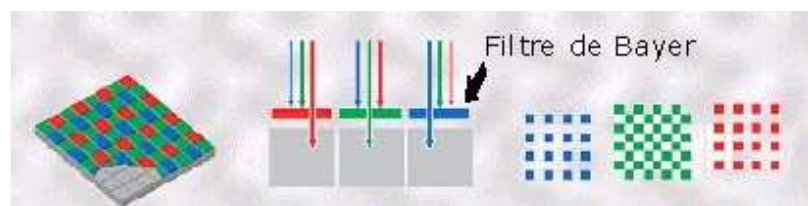
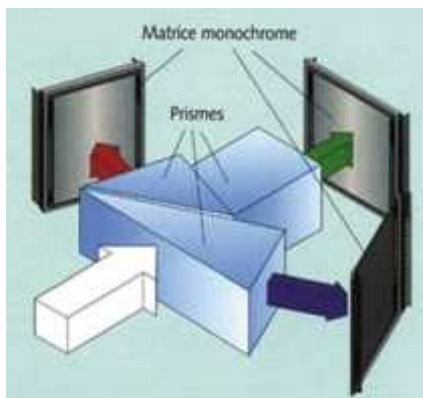

Figure 1 : Principe du filtre de Bayer
Figure 2 : technologie Tri-CCD
- *Le principe du filtre de Bayer* est représenté sur la figure 1. Il existe deux autres techniques présentées en figure 2 et 3.
- *Celle présentée en figure 2 est appelée « tri-CCD »* et fait intervenir un prisme dispersif qui sépare les composantes Rouge Vert Bleu.
- 2) En observant les figures 2 et 3, décrire les avantages et inconvénients des deux autres techniques d'analyse des couleurs.